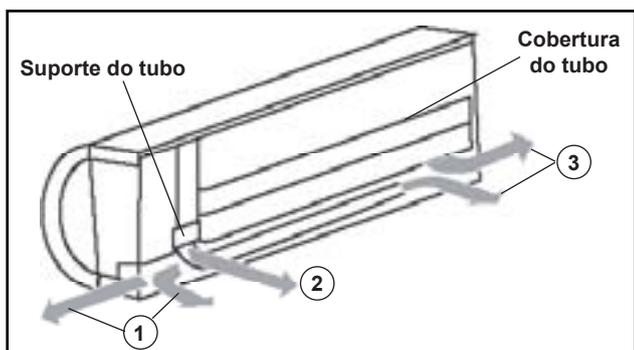

FIGURA 8 - TUBULAÇÕES
- * A tubulação pode ser conectada numa das direções indicadas por 1, 2, e 3 na figura 8.